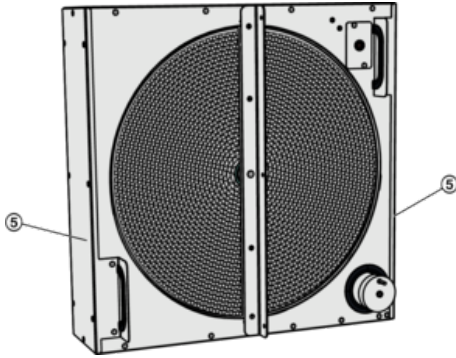

Abb. 53: Seitliche Bleche
15. ▶ Die beiden seitlichen Deckel (*Abb. 53/5*) wieder montieren (10 Schrauben).